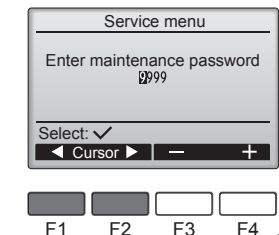

Fig. 6-2
- 2 Quando seleccionar o menu Service (Assistência), aparecerá uma janela a pedir a palavra-passe. (Fig. 6-2)